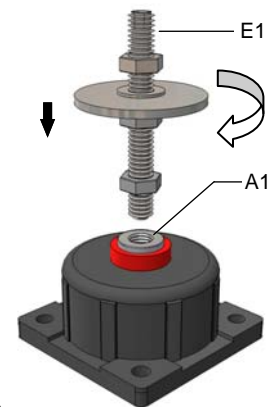

fig.2
- fig.2** Utilizzando la chiave a brugola del 6 avvitare il grano M12 (**E1**) nell'attacco filettato dell'antivibrante (**A1**).